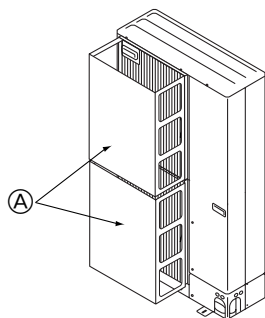

Fig. 2-15
① Установите дополнительный воздуховод выходного отверстия и основной воздуховод, если прибор установлен в месте, где сильный ветер от тайфуна и др. может попасть непосредственно в вентиляционную решетку. (Fig. 2-15)